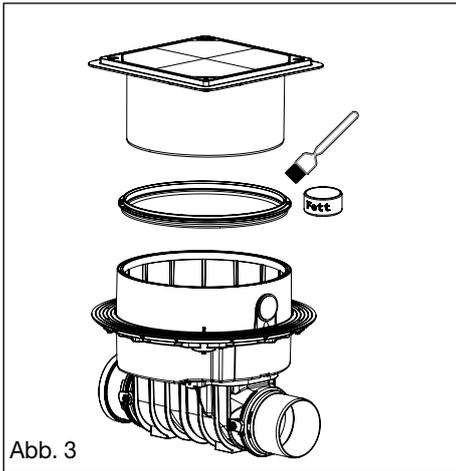

Abb. 3
C. Bauzeitstellung (Bild 3, teilweise geöffneter Betriebs- und Notverschluss)
Der Grundkörper des KESSEL-Staufix FKA ist waagrecht auszurichten (Abb. 1). Für den Anschluss der elektrischen Leitungen von Sonde und Antriebsmotor ist baurechts ein Kabelleerrohr (mind. DN 50, KESSEL empfiehlt 2 x 45°-Bögen) bis mind. auf Fertigfußbodenhöhe (siehe Abb. 2) zu verlegen und in die Kabeldurchführung im Zwischenstück des KESSEL- Staufix FKA einzuführen. Die beiliegende Profil-Lippen-dichtung in die Nut des Zwischenstückes einlegen und einfetten. Anschließend das Aufsatzstück montieren (Abb. 3). Durch das